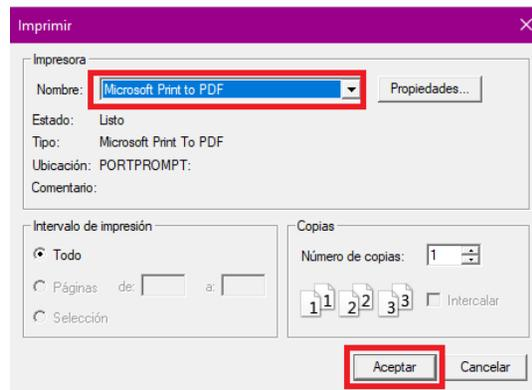

Figura 5.44 Menú Impresión.
- En el momento que aparece la pestaña de impresión, verificar que en el apartado de Nombre esté seleccionada la opción: **Microsoft Print to PDF**, una vez realizado este paso dar click en **Aceptar** (Figura 5.44).